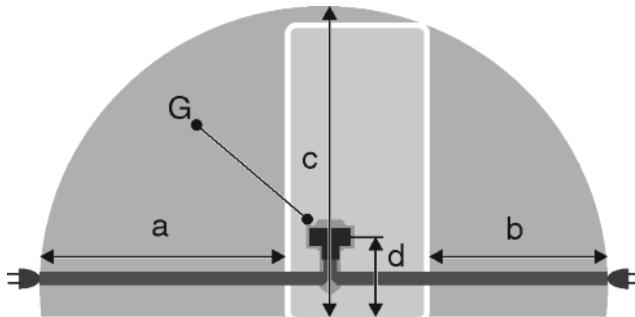

Fig. 43
- Розетка знаходитьться за межами зони задньої стінки пристрою у заданому діапазоні Fig. 43 (a, b, c).
- Штекер пристрою Fig. 43 (G) вставити на задній стінці пристрою. Слід звернути увагу на належну фіксацію.